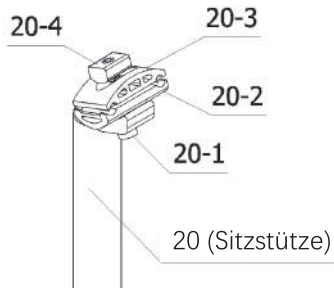

Abb. 23-1
a. Lösen Sie zunächst die Schraube (Teil 20-1) an Teil 20 mit einem 6mm-Inbusschlüssel, entfernen Sie sie jedoch nicht, wie in Abb. 23-1 gezeigt.